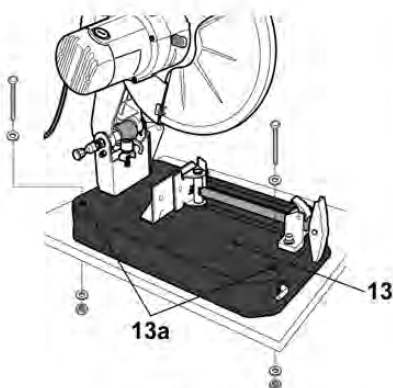

Fig. 3
- > Hay dos orificios de montaje (13a) en la mesa de corte (13) para facilitar el montaje sobre un banco.
- > Coloque el producto sobre un banco o mesa de trabajo plano y horizontal y fíjelo con dos 2 conjuntos de montaje (no suministrados) (Fig. 3).